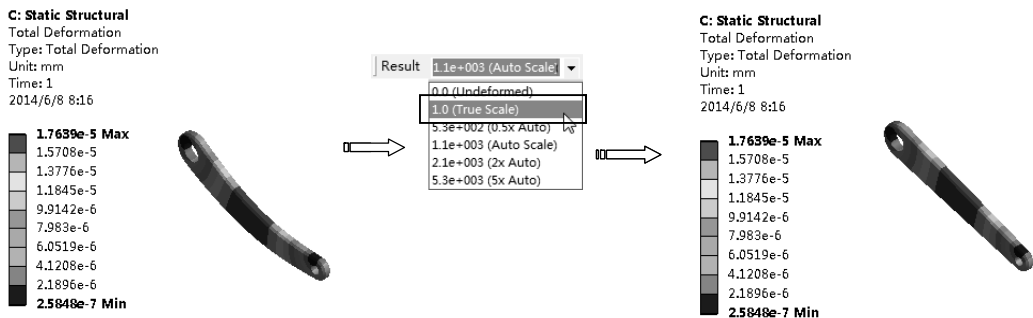

图 10-70 变形云图
9) 变形云图。在【Outline (分析树)】中选择【Solution (B6)】节点, 单击其下的【Total Deformation】项  Total Deformation, 在图形窗口显示出变形云图。选择【Result】工具栏上的【1.0 (True Scale)】项, 可真实显示变形云图, 如图 10-70 所示。